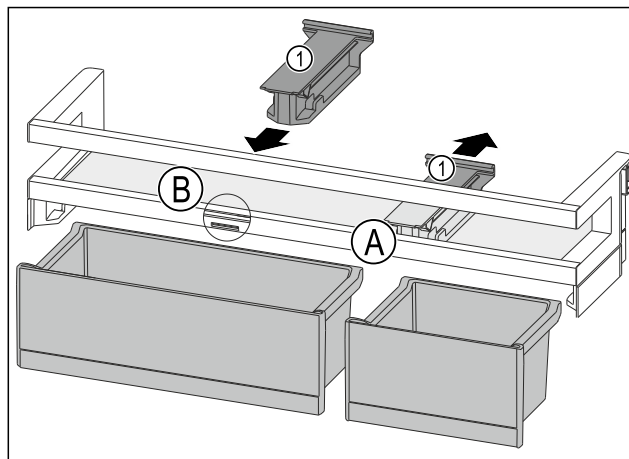

Fig. 184
- ▶ 将定位件 Fig. 184 (1) 向后拉至位置 Fig. 184 (A)。
- ▶ 将定位件 Fig. 184 (1) 插入至位置 Fig. 184 (B)。